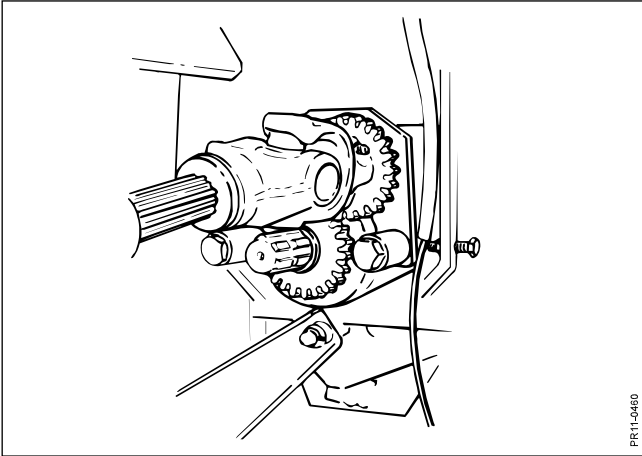

Fig. 4-17
- Fig. 4-17** 4. KO-akslen for rotoren monteres på den frie tap på rotorhuset. KO-akslen skal fastlåses på pos. 2, hvorved tandhjulene kommer i indgreb og rotoren vil køre med modsat omdrejningsretning.